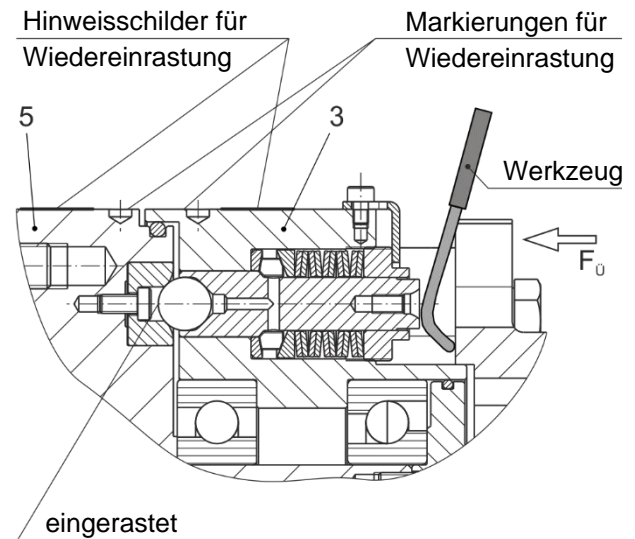

Bild 7
Wiedereinrastung (Bild 7)
Die beiden gelben Hinweisschilder zur Wiederherstellung der Synchronposition (wegen Wuchtqualität) am Außendurchmesser von Elementeflansch (3) und Druckflansch (5) müssen dazu zueinander fluchten (Bild 7).